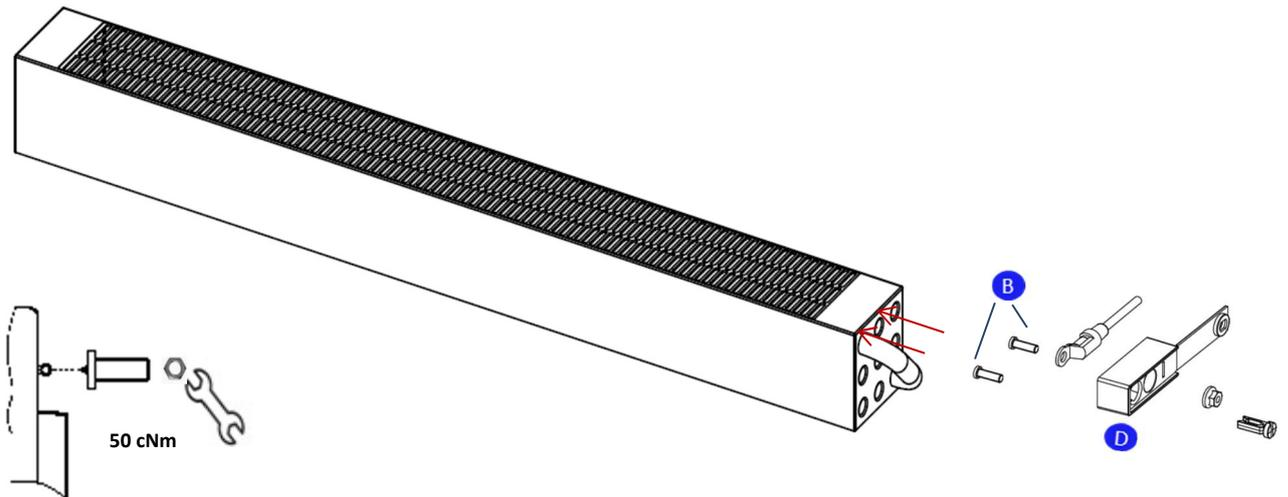

Figure 23:
- Compact convector basic convector type 10/10 (also for types 10/13, 10/16, 10/21, 10/26, 15/10, 15/13): see Figure 23 **Fehler! Verweisquelle konnte nicht gefunden werden.**